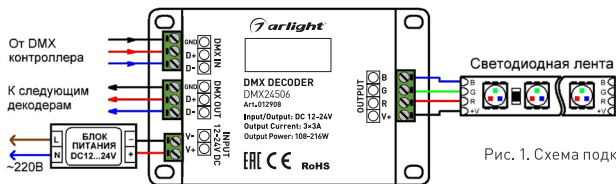

Рис. 1. Схема подключения.
- 3.3. Подключите светодиодную ленту или другой светодиодный источник света к выходу декодера OUTPUT, как показано на Рис. 1.